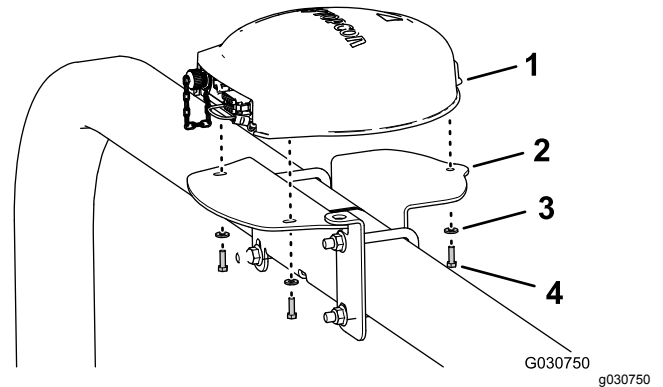

Figure 151
4. Alignez les 3 boulons vissés dans la base du récepteur de navigation et les 3 trous dans le support du récepteur (Figure 151).
5. Fixez le récepteur sur le support (Figure 151) à l'aide des 3 boulons à tête hexagonale (5 x 16 mm) et des 3 rondelles (5 mm).